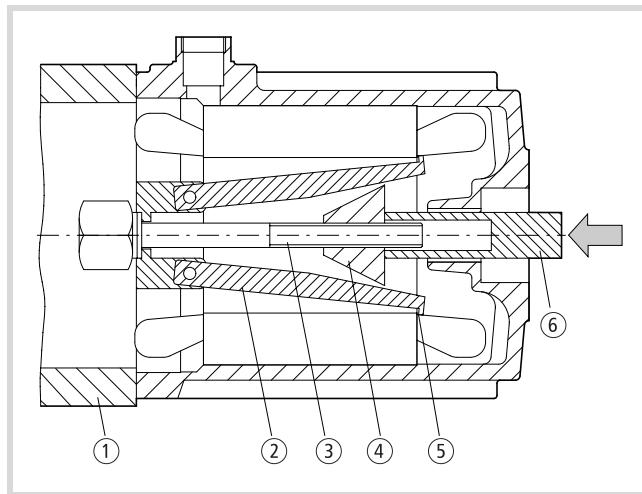

Abbildung 17: Auspressvorrichtung für Statorpakete
- Drehen Sie die Spindel ③. Dadurch spreizen sich die Arme ② (→ Abb. 17).